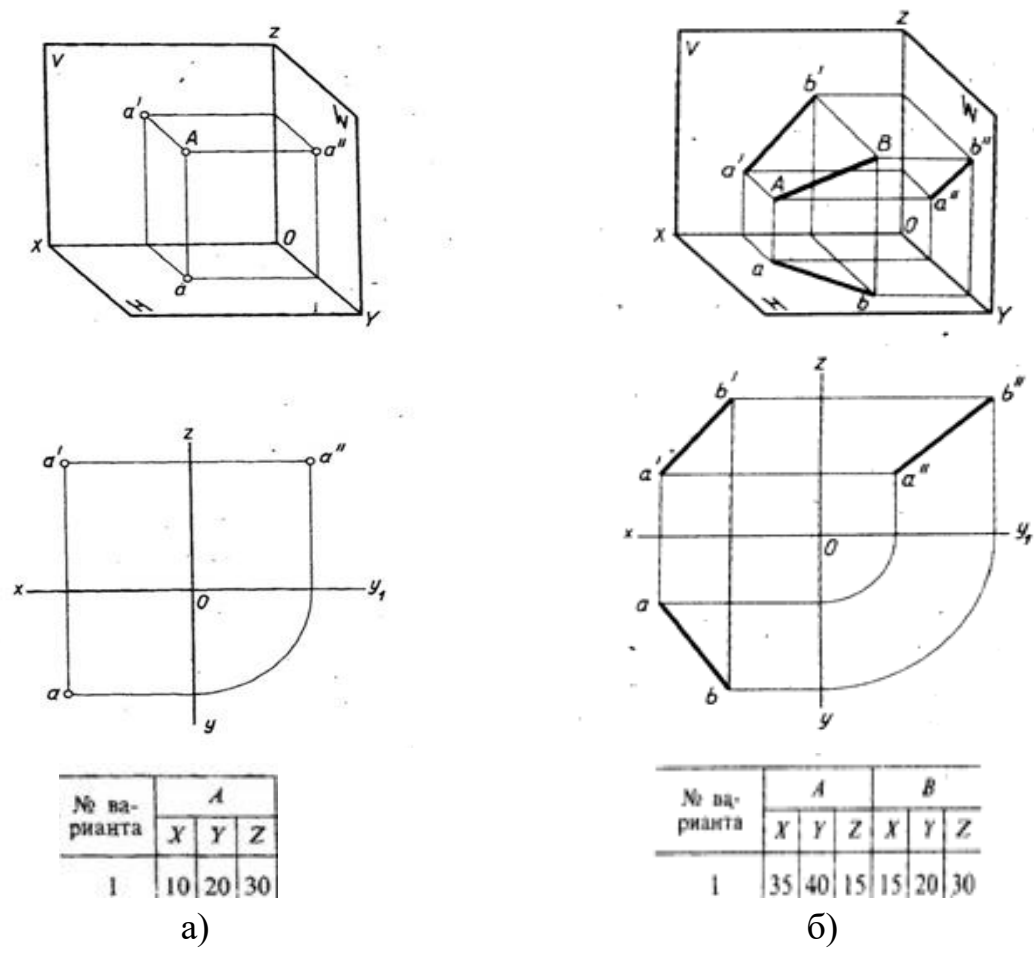

Рисунок 2
1. Выполнить по координатным данным наглядное изображение и эюры точки A , рисунок 2а.
2. Выполнить по координатным данным наглядное изображение и эюры отрезка AB , рисунок 2б.